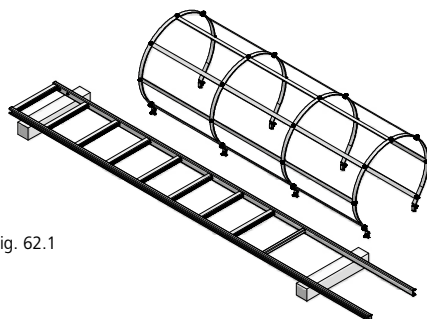

Fig. 62.1
1. Poser puis visser la crinoline sur le haut de l'échelle (Fig. 62.1).